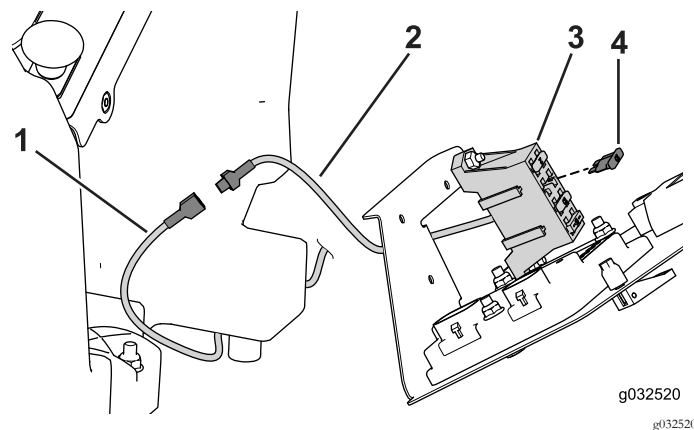

Figura 40
2. Passe o cabo de alimentação auxiliar no compartimento dos controlos do operador (Figura 40).
3. Ligue o cabo de alimentação auxiliar a um fio do bloco de fusíveis não utilizado a partir do bloco de fusíveis (Figura 40).
4. Instale um fusível (10 A) na localização do fusível ligada ao cabo de alimentação auxiliar (Figura 40).